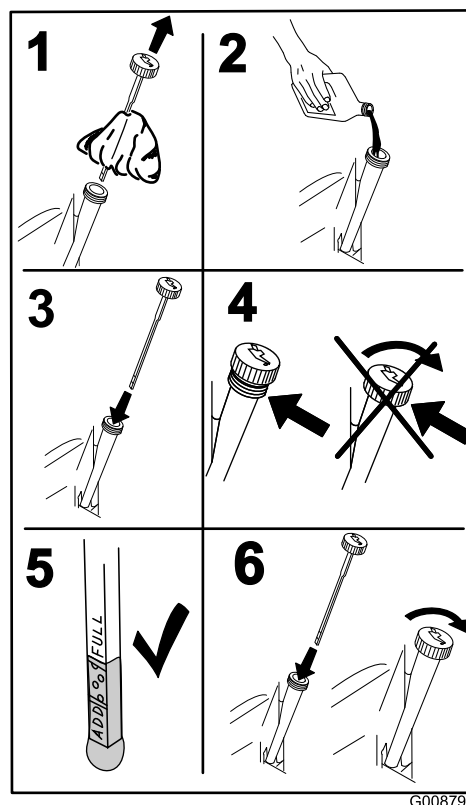

Figura 38
4. Retire la varilla y límpiela con un trapo limpio (Figura 38).